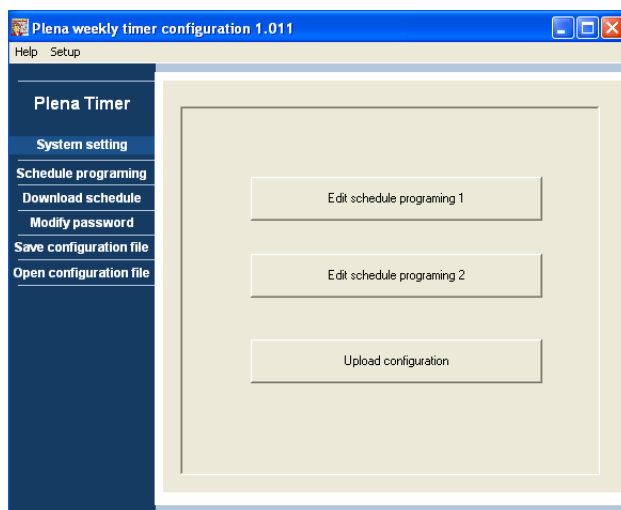

Abbildung 8.15: Schaltflächen für Programmierung und Hochladen
- 1 Klicken Sie vom Hauptmenü aus auf die Schaltfläche **Schedule programming**. Daraufhin erscheint das folgende Fenster (siehe Abbildung 8.15).